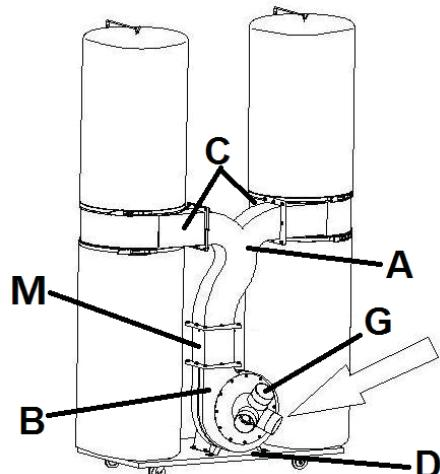

Рис. 11
- Тепер можна встановити блок впускного отвору на вхідний отвір вузла двигуна/вентилятора, як показано на Рис. 11.
- Приєднайте сталевий дріт шлангу до жовто-зеленого дроту заземлення(РЕ, Рис. 11). Це забезпечить захист від статичної електрики.